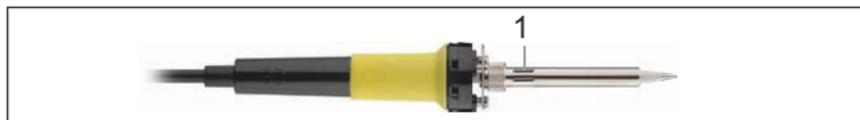

Fig. 80: паяльник 1 Соединительная втулка с винтом с накатной головкой
- Проверьте посадку соединительной втулки с винтом с накатной головкой, предназначенной для крепления жала паяльника. См. рис. 80.